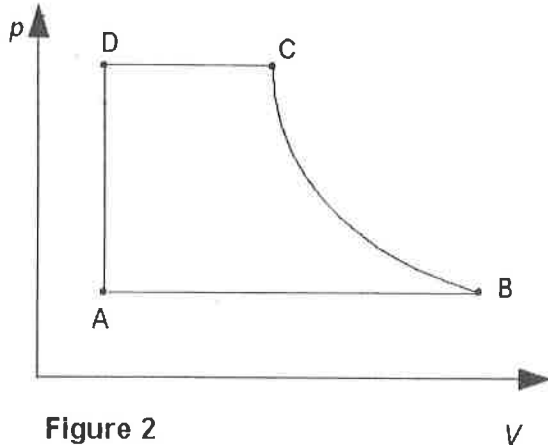

Figure 2
1. Que signifie le terme « adiabatique » employé pour décrire l'étape (1) ?
3. On modélise le cycle du fluide sur le diagramme de la figure 2.
- a) Associer à chaque étape AB, BC, CD et DA du cycle de la figure 2, une des étapes (1), (2), (3) ou (4) du cycle décrit sur la figure 1, en justifiant.
- b) On appelle Q_2 la chaleur échangée par le fluide lors de l'étape (2), Q_4 la chaleur échangée par le fluide lors de l'étape (4). Préciser le signe de Q_2 et celui de Q_4 , en justifiant.